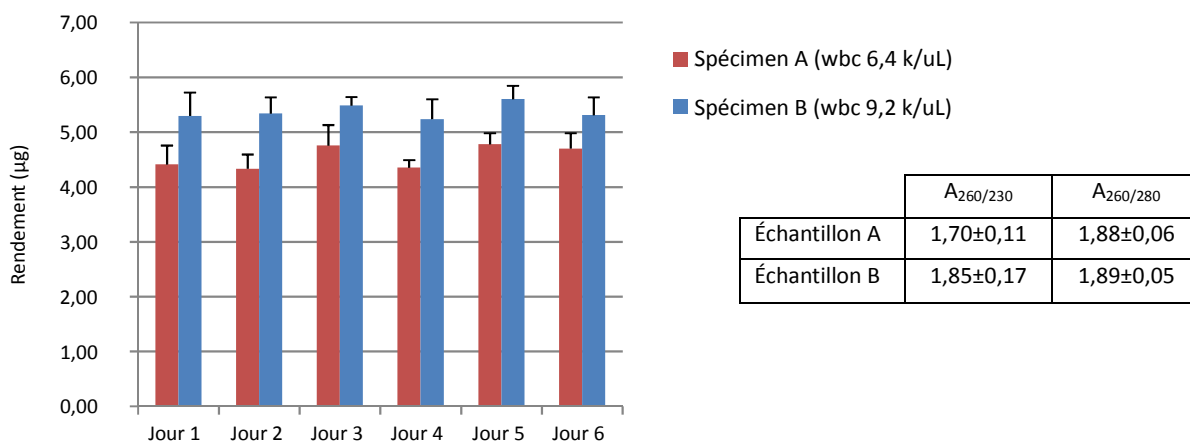

Figure 2. Le rendement, A_{260/280}, et A_{260/230} de l'ADN génomique de l'échantillon de sang entier.
L'ADN génomique a été extrait d'échantillons de sang entier humain EDTA-2Na (spécimen A) ou ACD (spécimen B) en utilisant le MagDEA® Dx SV pendant 6 jours au total (6 répétitions par chaque série). Les nombres de globules blancs (GB) des spécimens A et B étaient de 6,4 and 9,2 k/ μ L respectivement. Les concentrations et les puretés des extraits ont été mesurées en utilisant un spectromètre ND-1000 (NanoDrop) (Figure 2). Après 6 séries, il n'y avait pas de variations significatives entre les deux spécimens.